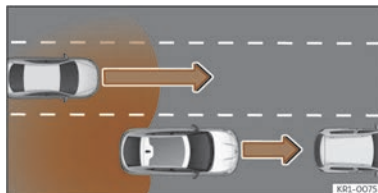

Fig. 152 Dépassement avec circulation à l'arrière.
- Lorsque le véhicule est dépassé par un autre véhicule >>> **fig. 152**.